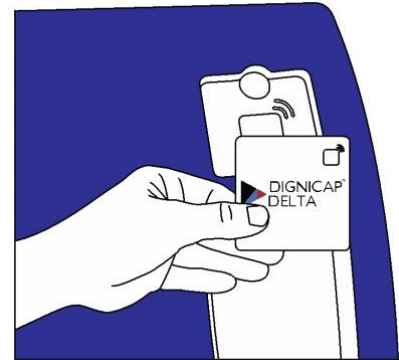

Figura 11. DeltaCard e lettore
1. Come richiesto dal dispositivo, posizionare la DeltaCard sul lettore di schede. Si trova in alto, con un simbolo NFC  (Figura 11). Premendo l'icona BACK (indietro)  si torna alla schermata iniziale.